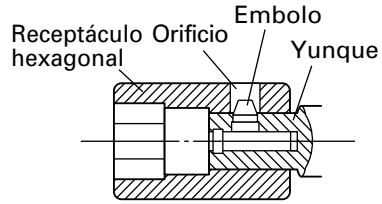

Fig. 2
6. Montaje del receptáculo (Fig.2)